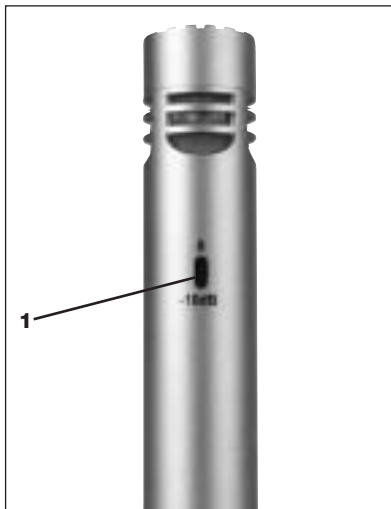

Fig. 1 : Commutateur de pré-atténuation (1) au dos du **PERCEPTION 150**.
- **Pré-atténuateur de sensibilité commutable** : Le commutateur de pré-atténuation (1) au dos du microphone (voir fig. 1) permet d'augmenter de 10 dB la marge avant saturation pour un enregistrement de proximité exempt de distorsions. Le pré-atténuateur de sensibilité permet d'éviter que le niveau de sortie du microphone n'occasionne, en particulier à basses fréquences, une surcharge des transformateurs miniatures fréquemment utilisés sur les étages d'entrée des tables de mixage, etc.